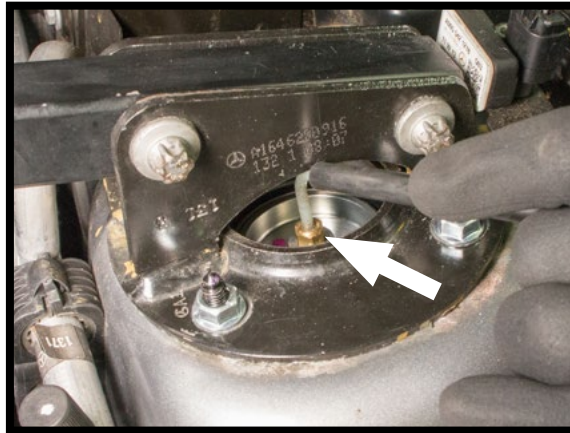

图13
7. 拆下进气接头上的塑料运输销，推入空气软管，直至完全固定（正确插入后，无法拔出空气管路）。（图13）